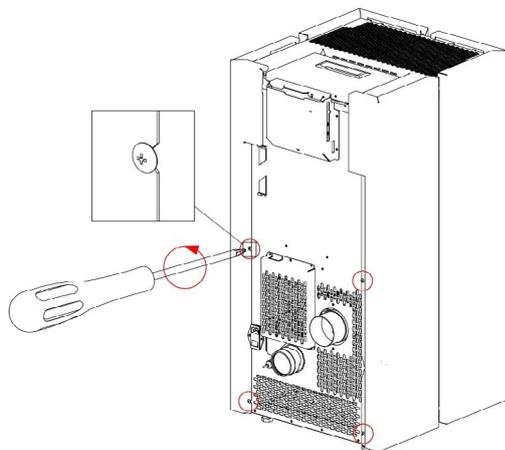

Fig. 37 - Entfernen der Schrauben
- Die 4 hinteren Schrauben heraus-schrauben (siehe **Fig. 37 auf S. 22**).